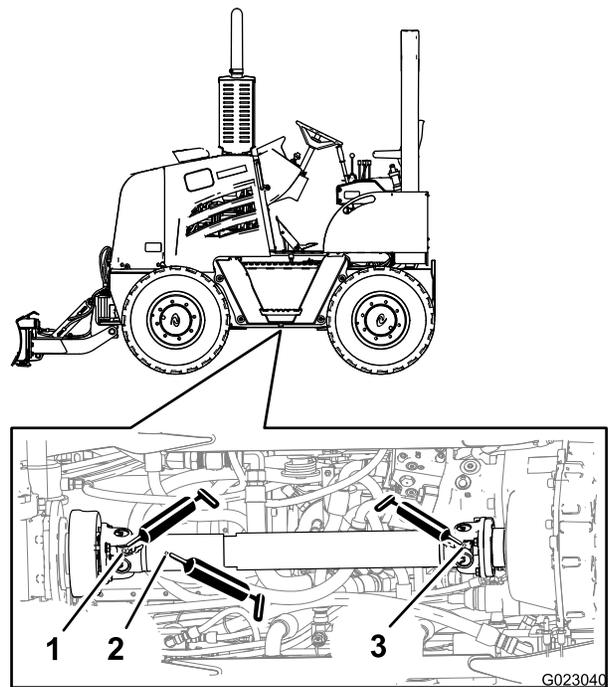

Figura 33
2. Conecte la pistola de engrasar al engrasador del acoplamiento deslizante del extremo delantero del árbol de transmisión, y bombee 2 o 3 aplicaciones de grasa en el engrasador (Figura 33).